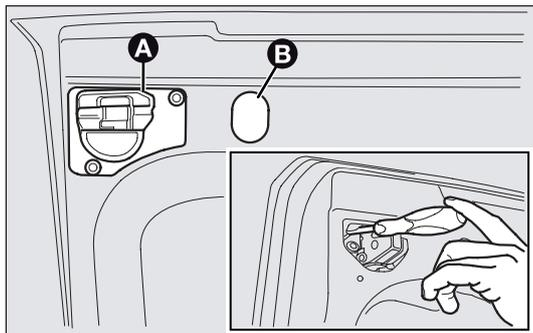

fig. 159b
- para versiones con techo alto y puertas batientes, quitar la protección de plástico A-fig. 159b y el tapón de goma B-fig. 159b montados a presión, utilizando un destornillador actuar en las lengüetas de sujeción como se muestra en la figura y extraer el grupo;